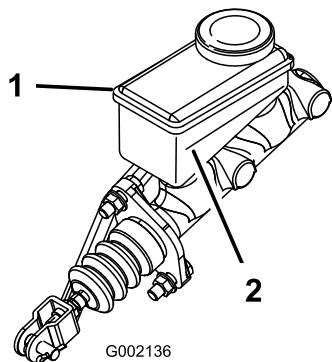

Рисунок 65
5. Проверьте уровень жидкости в боковой части бачка (Рисунок 65).
- Доливайте тормозную жидкость DOT 3 в бачок, пока ее уровень не будет выше отметки «Минимум» (Рисунок 65).